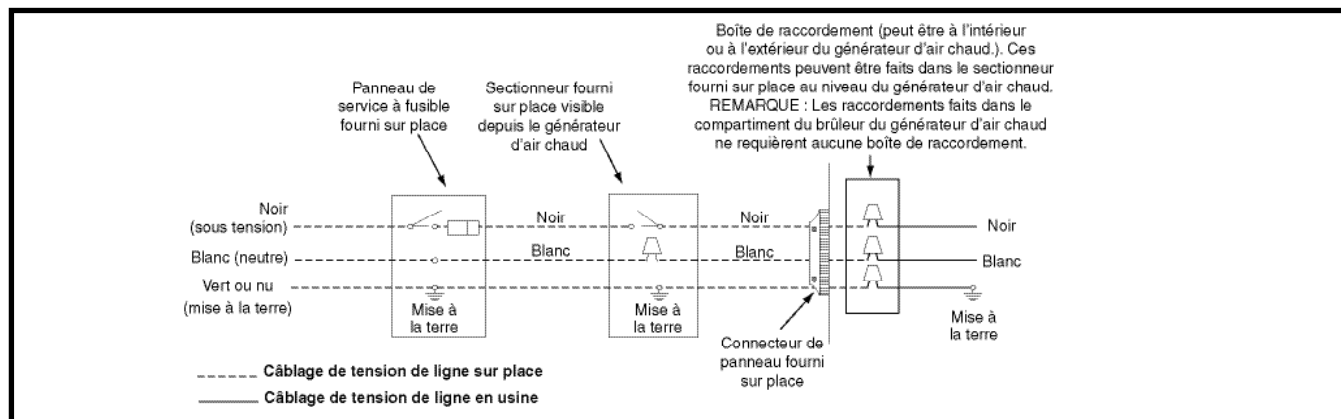
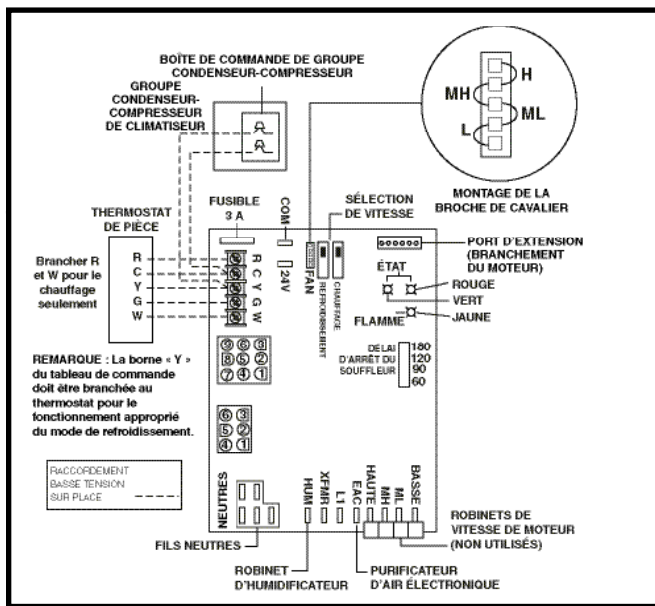

Figure 27. Câblage sur place de tension de ligne
Figure 28. Applications de chauffage/refroidissement à quatre fils sur le terrain basse tension
Un sectionneur doit être installé à un emplacement facilement accessible et visible depuis le générateur d'air chaud. Consulter la Figure 27 \(page 27\) ou l'étiquette de schéma de câblage à l'intérieur de la porte de commande. Tout autre méthode de câblage doit être acceptable par l'autorité compétente.
Il faut maintenir la polarité de tension de ligne appropriée afin que le système de commande fonctionne correctement. Vérifier que la ligne neutre entrante est raccordée au fil blanc et que la ligne SOUS TENSION entrante est connectée au fil noir. Le générateur d'air chaud ne fonctionne pas si la polarité et la mise à la terre sont mal branchés, comme indiqué dans la Figure 27.
- Le thermostat doit être installé conformément aux directives fournies par le fabricant du thermostat. Les branchements basse tension (24 V c.a.) du thermostat sont raccordés à la plaque à bornes intégrée dans le générateur d'air chaud. La Figure 28 illustre les raccordements appropriés pour les applications de chauffage seulement (deux fils) et les applications de chauffage et de refroidissement (quatre fils). Le calibre de fil minimal recommandé pour le câblage du thermostat est indiqué dans le Tableau 5 \(page 27\).
- La borne à six broches marquées « port d'extension » (Figure 28) n'est pas utilisée pour le générateur d'air chaud mono-étage tel qu'il est expédié de l'usine. Elle est utilisée pour le tableau de commande de générateur d'air chaud afin de communiquer avec un moteur à haut rendement à vitesse fixe ou à vitesse variable qui peut être installé en option. Veuillez communiquer avec le distributeur pour obtenir la trousse de mise à niveau de moteur appropriée.
- ✓ Vérifier le réglage du cavalier (pour la vitesse du ventilateur) sur le tableau de commande. Pour sélectionner la vitesse du ventilateur, consulter la Figure 28 et régler le cavalier sur le tableau de commande.
Les ordres de fonctionnement des modes de chauffage, de refroidissement et de ventilation sont décrits ci-dessous. Vérifier les schémas de câblage d'excitation et de câblage du générateur d'air chaud : Figure 27 \(page 27\), Figure 28 \(page 28\), Figure 33 \(page 41\) et Figure 34 \(page 42\).